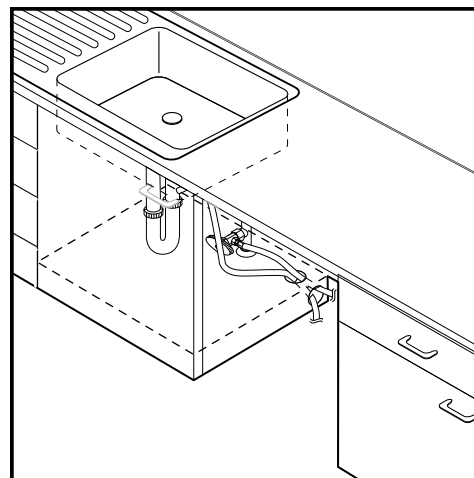

Figure 1-2
2. Si la base à l'intérieur de l'armoire sous l'évier s'élève au-dessus du plancher de cuisine et est plus haute que les raccordements sur le lave-vaisselle, faites un trou dans la base, à l'intérieur de l'armoire et dans la paroi latérale de l'armoire, comme illustré à la Figure 1-2.